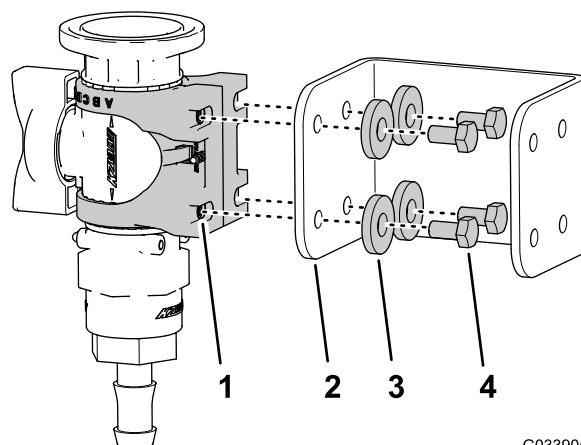

Bild 28
- Befestigen Sie die Ventilverfestigung mit den vier Schrauben (6 mm x 12 mm) und vier Flachscheiben an der Regelventilverhalterung (**Bild 28**); ziehen Sie die Schrauben mit 10–12 N·m an.